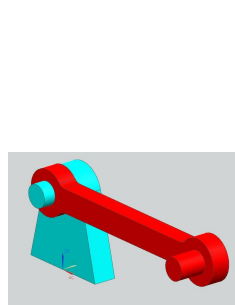

Рис.9
- Для начального ознакомления рассмотрим очень простой и знакомый механизм (рис.9).